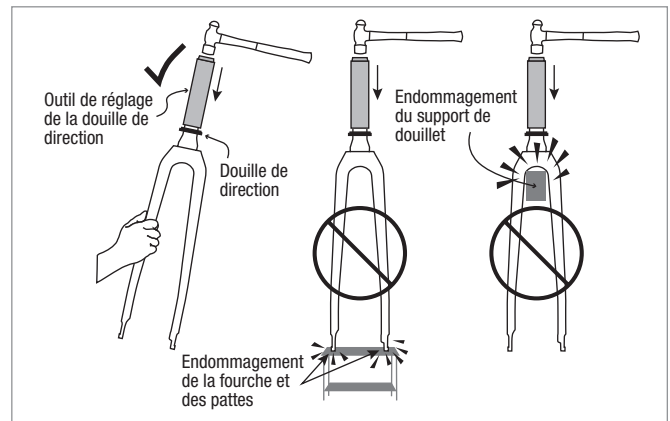
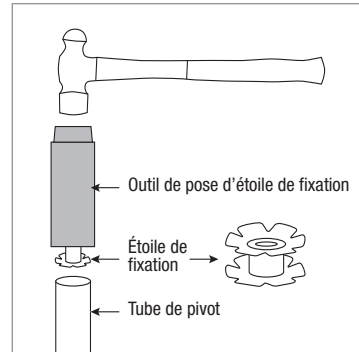

Figure 1
Figure 7
▲ AVERTISSEMENT : Ne pas placer la fourche sur les extrémités des pattes ni soutenir la fourche dans la partie douille lors du montage de la douille de direction, au risque d'endommager la fourche (Fig. 1).
- Tenez la fourche d'une main (Fig. 1) et posez une nouvelle étoile de fixation à l'aide d'un outil de pose d'écrou et d'un marteau (Fig. 7).